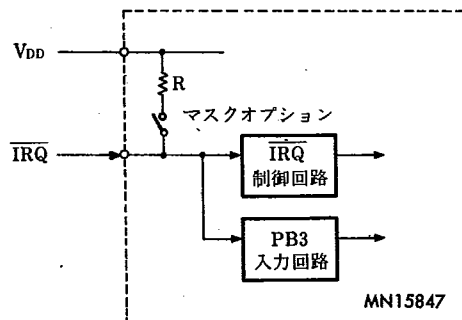

図4 IRQ端子図
- (1) IRQ 端子は、LSI 内部で PB3 と接続されています。(図4 参照) これにより IRQ 端子の入力レベルを、PB3 の入力命令を実行することで、モニタすることができます。PB0, PB1 の出力命令によっても、PB3 の入力レベルは影響を受けません。